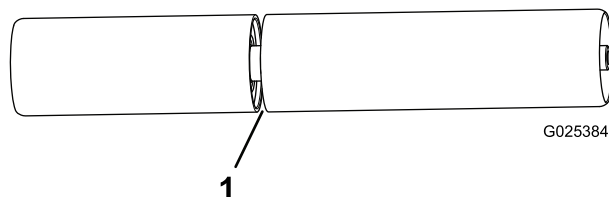

Bild 3
- Vergrößern Sie den Abstand (Bild 3) zwischen den 2 Walzenrohren an jeder Walzenbaugruppe.